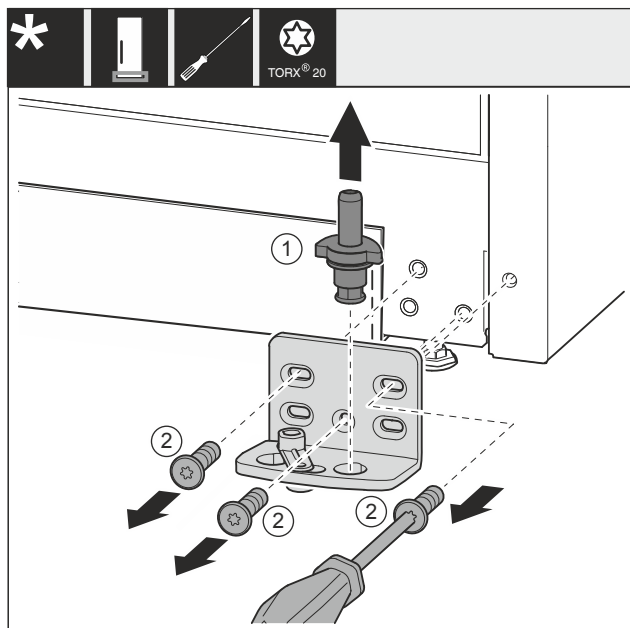

Fig. 34 *
- Retirer entièrement l'axe de palier Fig. 34 (1) par le haut.*
- Desserrer les vis Fig. 34 (2) avec un tournevis et retirer le support de palier.*